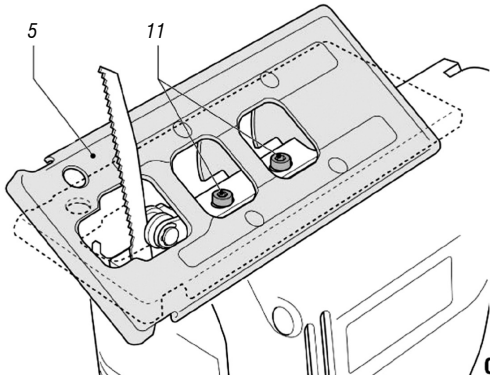

Fig. 3 – Ajuste del ángulo de corte
Afloje los tornillos de la placa base (10) girando en sentido antihorario, mueva la placa base (5), ajuste el ángulo deseado y apriete los tornillos de la placa base (11) girando en sentido horario, Fig.3.